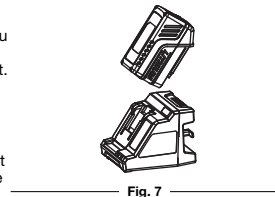

Fig. 7
- La batterie peut maintenant être retirée du chargeur (Fig. 7) ou peut rester dans le chargeur, cependant, il est recommandé dans ce cas de débrancher le chargeur de la prise de courant.